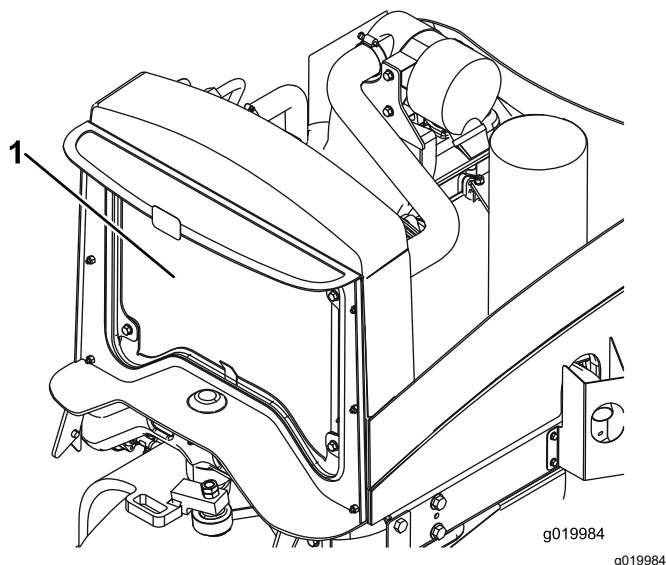

図 58
4. ラジエーターの裏表を圧縮空気で丁寧に清掃する図 58。